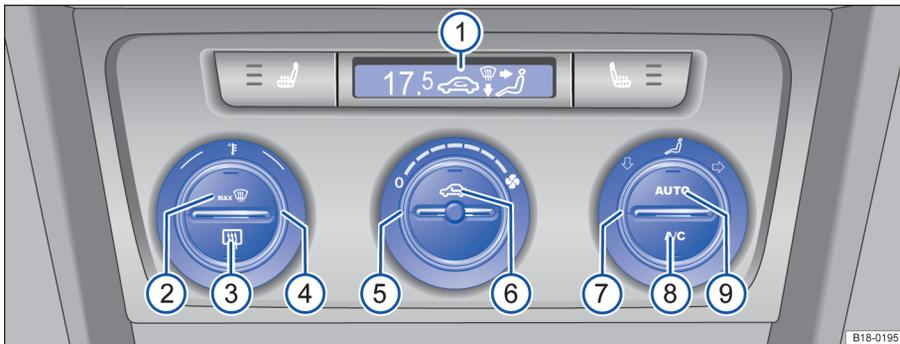

图 153 中控台：自动空调的操作元件
- 按压按钮⇒图 153⑥，即可打开空气内循环模式。按钮上的指示灯随即亮起。
在空气内循环模式下，如果制冷装置已关闭，则不会对吸入的空气除湿。为了避免挡风玻璃上产生水雾，建议按下按钮⇒图 153⑧，打开制冷装置。按钮中的指示灯随即亮起。
— 转动温度调节开关④⇒图 153，即可设定驾驶员侧和前排乘员侧的温度。